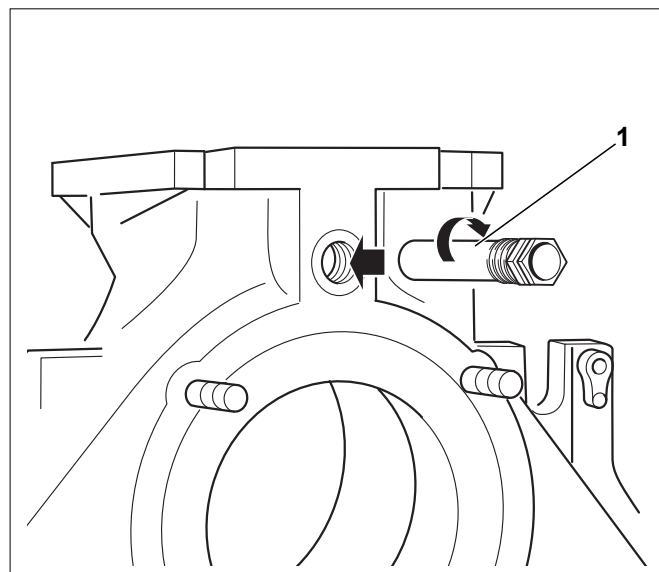

Рис. 25 Монтаж гильзы для датчиков
- ▶ Вставьте гильзу R  $\frac{3}{4}$  (длина 110 мм) с задней стороны котла в резьбовое отверстие R  $\frac{3}{4}$  на подключении подающей линии (рис. 25, [1]).